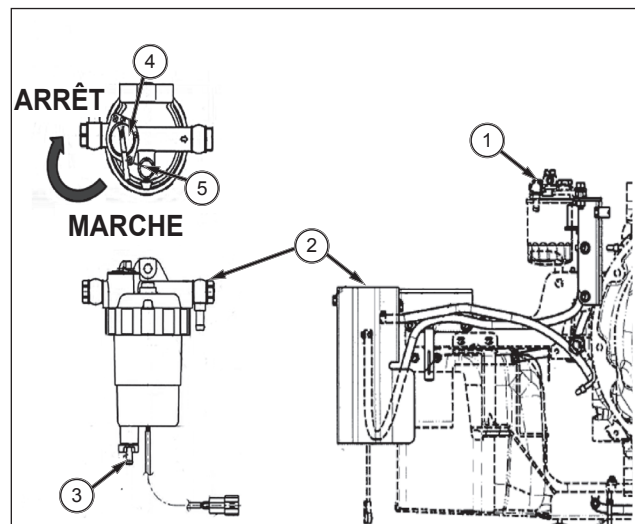

FIG. 122
FIG. 122 : le filtre à carburant principal (1) et le préfiltre (2) se trouvent du côté droit. Les deux filtres retirent les particules du carburant avant que ce dernier n'atteigne la pompe d'injection. Le filtre principal retire les particules les plus fines qui sont passées dans le préfiltre. Le bouchon de vidange (3) étant fixé au préfiltre, vidangez immédiatement l'eau lorsque le témoin s'allume. De même, retirez périodiquement la cuve du filtre (carter), nettoyez pour retirer les dépôts de sédiment ou d'eau, puis inspectez et remplacez l'élément.